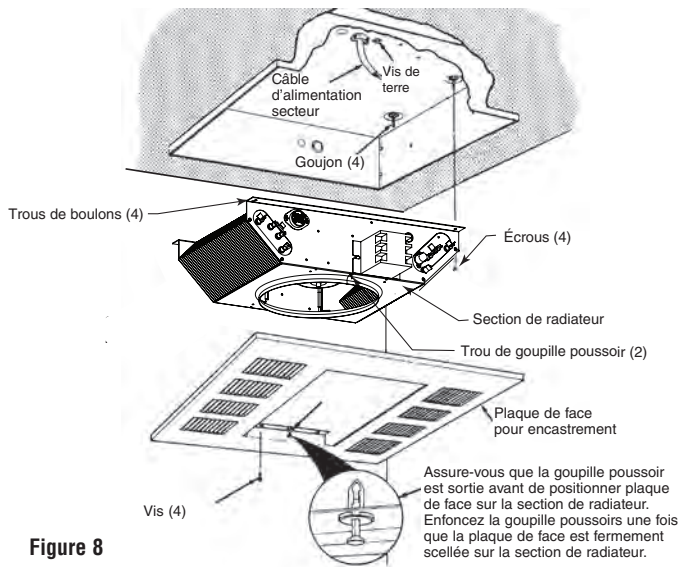

Figure 8
12. Positionnez la section de radiateur par-dessus les goujons du boîtier de montage encastré (Figure 8).
13. Poussez la section de radiateur sur les goujons et serrez bien les quatre écrous (fournis) sur ces goujons pour fixer la section de radiateur sur le boîtier de montage encastré (Figure 8).
15. Enlevez la plaque de face pour encastrement (Figure 8) du carton contenant l'enceinte de montage encastré, de type REA.
18. Installez et serrez bien quatre vis (fournies) pour retenir la plaque de face pour encastrement avec la section de radiateur (Figure 8).